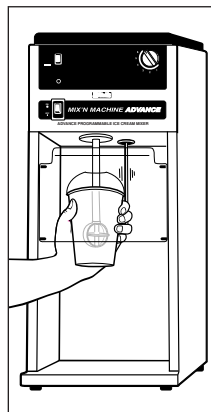

Figure 3
- **Pour le modèle Mix'n Machine Advance Programmable (Appareil mélangeur programmable avancé) :** Appuyez sur l'interrupteur MARCHÉ/ARRÊT (ON/OFF) (I/O) à MARCHÉ. Activez un programme en sélectionnant le paramètre désiré sur le cadran. Tout en tenant fermement le gobelet dans votre main, poussez du doigt l'actionneur DÉMARRER (start) (situé derrière l'agitateur) pour activer un cycle de mélange programmé. Voir Figure 3.
- **Pour le modèle Mix'n Machine Advance Timer (appareil mélangeur à minuterie avancé) :** Appuyez sur l'interrupteur MARCHÉ/ARRÊT (ON/OFF) (I/O) à MARCHÉ. Tout en tenant fermement le gobelet dans votre main, poussez du doigt l'actionneur DÉMARRER (start) (situé derrière l'agitateur) pour activer un cycle de mélange d'une durée préétablie. Voir Figure 3.